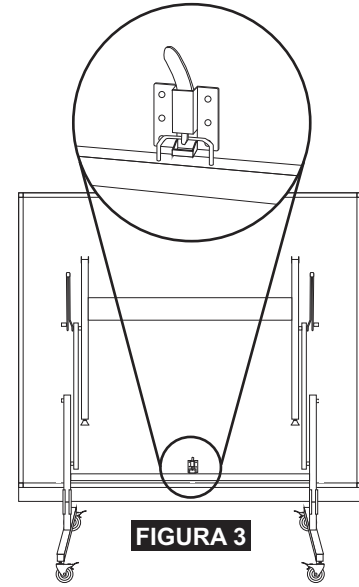

FIGURA 3
3. Enganche cada mitad de la mesa con el pasador de seguridad, vea la FIGURA 3.